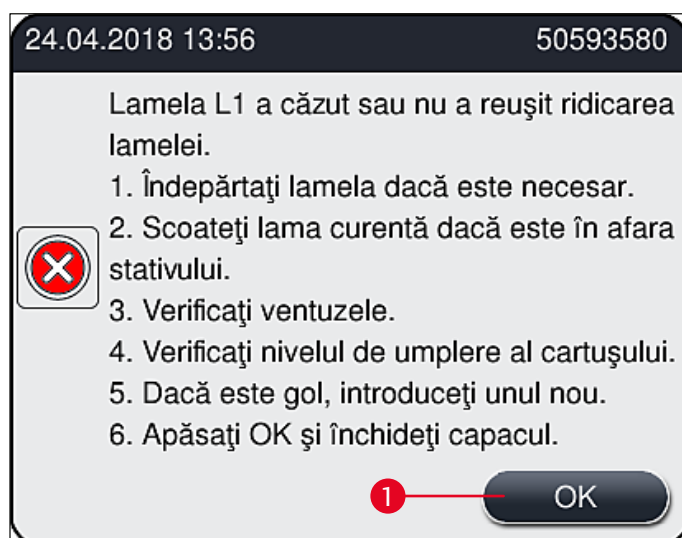

Fig. 110
În cazul în care **Modulul Pick&Place** pierde o lamelă în timpul transportului către o lamă sau **Modulul Pick&Place** nu poate îndepărta o lamelă din cartușul lamelă după 3 încercări, utilizatorul este informat în acest sens printr-un mesaj de eroare (→ Fig. 110).
- ① Dacă este afișat acest mesaj (→ Fig. 110), utilizatorul va trebui mai întâi să verifice dacă a fost pierdută o lamelă în timpul transportului către lamă sau dacă **Modulul Pick&Place** nu a reușit să preia o lamelă din cartușul lamelă.